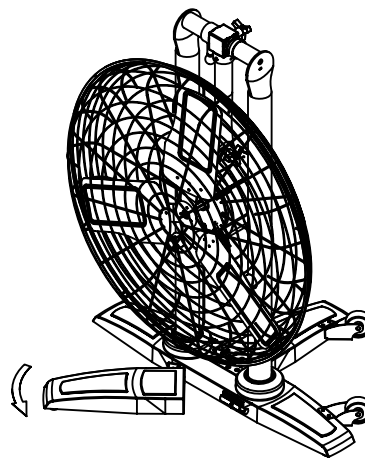

Figure 5
4. Repositionnez le support de pied arrière. Voir la Figure 5.